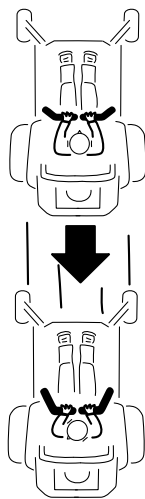

Figura 15
- Para ir recto, aplique la misma presión a ambas palancas de control de movimiento (Figura 15).
2. Para ir hacia atrás, mire hacia atrás y hacia abajo, y tire hacia atrás lentamente de las palancas de control de movimiento (Figura 15).